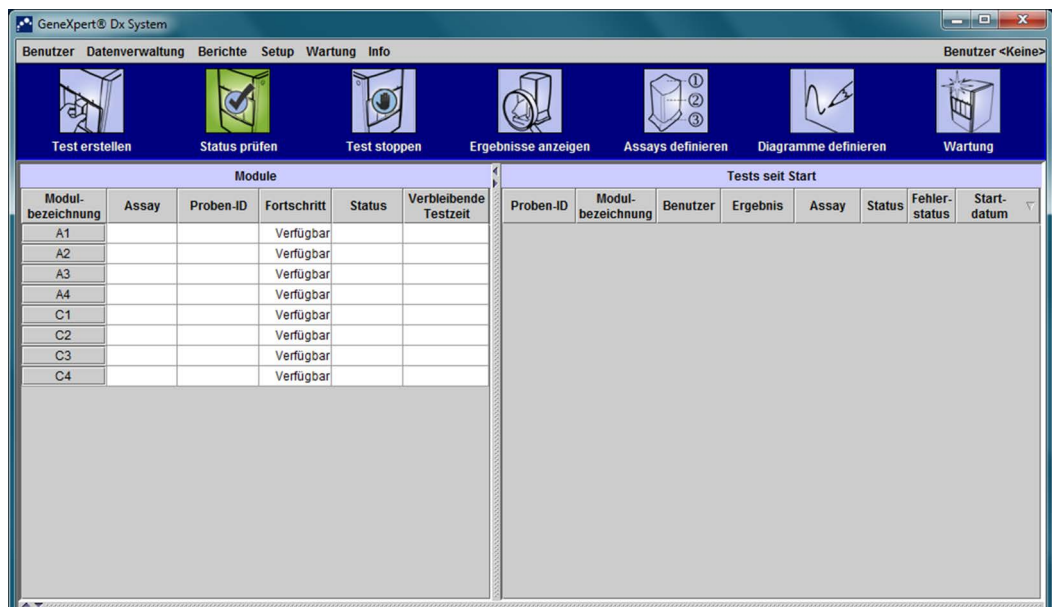

Abbildung 2-65. GeneXpert Dx System-Fenster
2. Klicken Sie im Dialogfeld „Datenbankverwaltung“ auf **Nein**, um fortzufahren. Der GeneXpert Dx System-Bildschirm wird angezeigt (vgl. Abbildung 2-65).